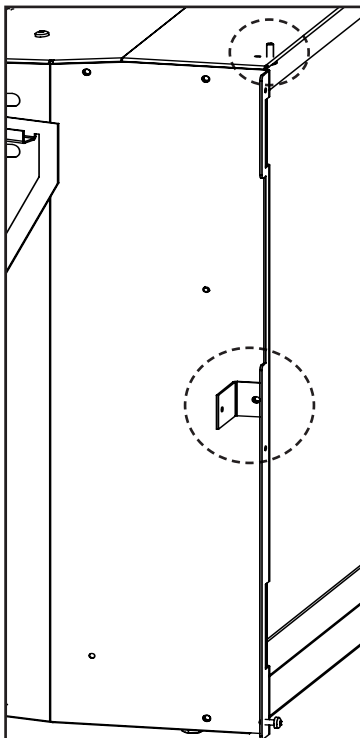

Figure 44: Support de panneau installé et l'emplacement de la broche
1. En utilisant le matériel fourni installer un support du panneau réglable sur chaque côté de l'unité à l'aide d'un tournevis Torx T-20. Voir la Figure 44 pour l'emplacement de vis et l'orientation du support.
2. Installer le panneau réglable, **AVEC LES BRIDES VERS L'EXTÉRIEUR**, sur le côté des extensions et en avant du panneau entre crochets en accrochant le bord haut de la bride sur les broches d'alignement sur le haut des extensions (voir la Figure 44).